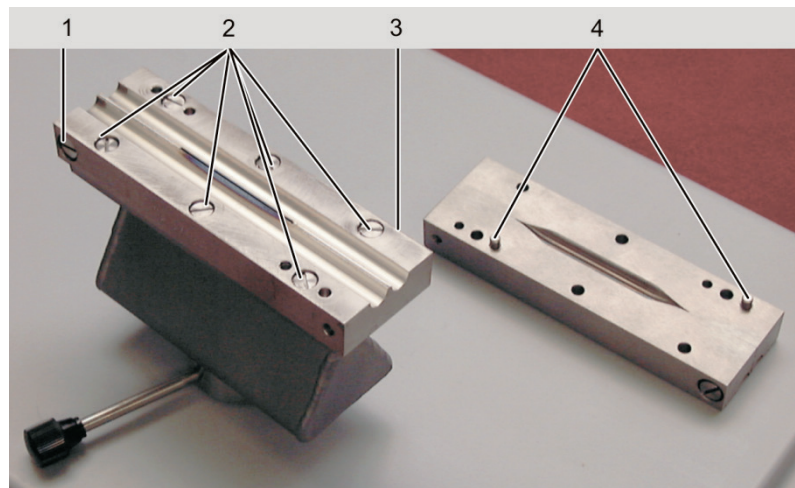

Fig. 59 Collegamenti a vite del bruciatore
1. Allentare i collegamenti a vite delle ganasce (2 in Fig. 59) e rimuovere le ganasce dal corpo del bruciatore.
2. Allentare i collegamenti a vite delle ganasce del bruciatore uno opposto all'altro (1, 3 in Fig. 59).
6. Avvitare le ganasce sul corpo del bruciatore, i perni di guida (4 in Fig. 59) sulle ganasce assicurano la corretta posizione.